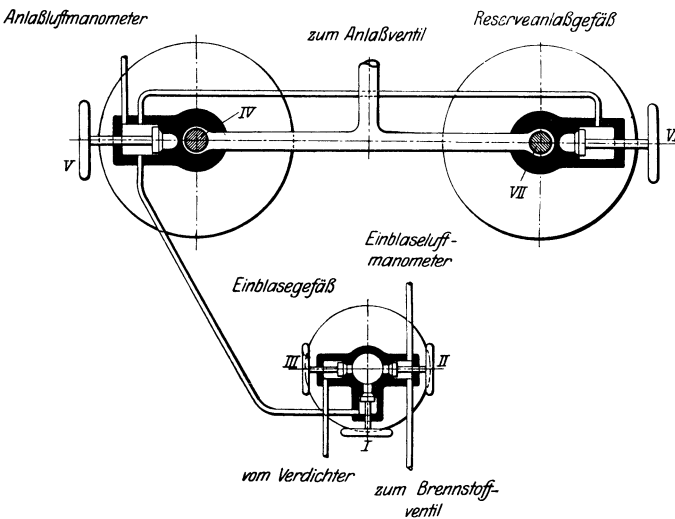

Fig. 39.
2. An den Ventilen. Die Untersuchung der Undichtigkeit der einzelnen Ventile kann folgendermaßen geschehen (Fig. 39):
Die Ventile der Gefäße werden in nachstehender Reihenfolge geöffnet (Fig. 39).